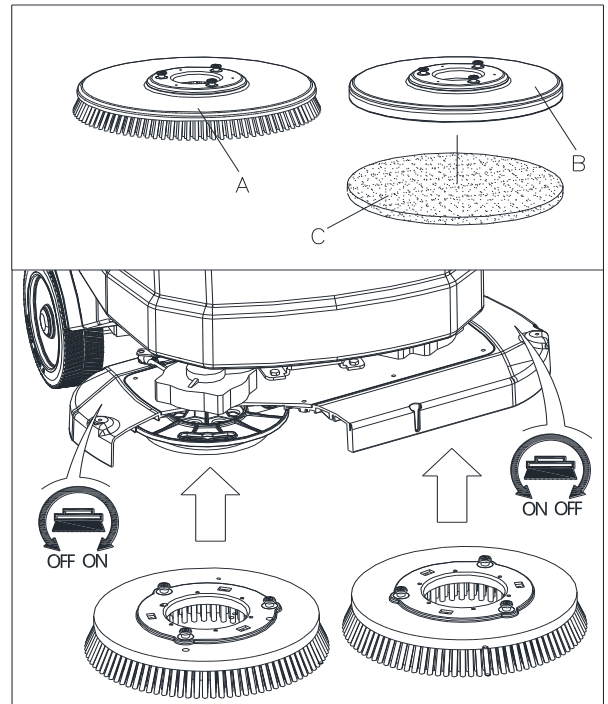

Figura 9
Installare le spazzole (A, Figura 9) o i portafelTRO (B e C, Figura 9) a seconda del tipo di pavimento da pulire.
2. Portare al minimo il regolatore di velocità (48), ruotandolo in senso antiorario.
3. Collocare le spazzole (A, Figura 9) o il portafelTRO (B) sotto la testata.
4. Ruotare manualmente la spazzola/portafelTRO in direzione opposta alla direzione di rotazione normale, in tal modo è possibile effettuare l'installazione (come mostrato in Figura 9).